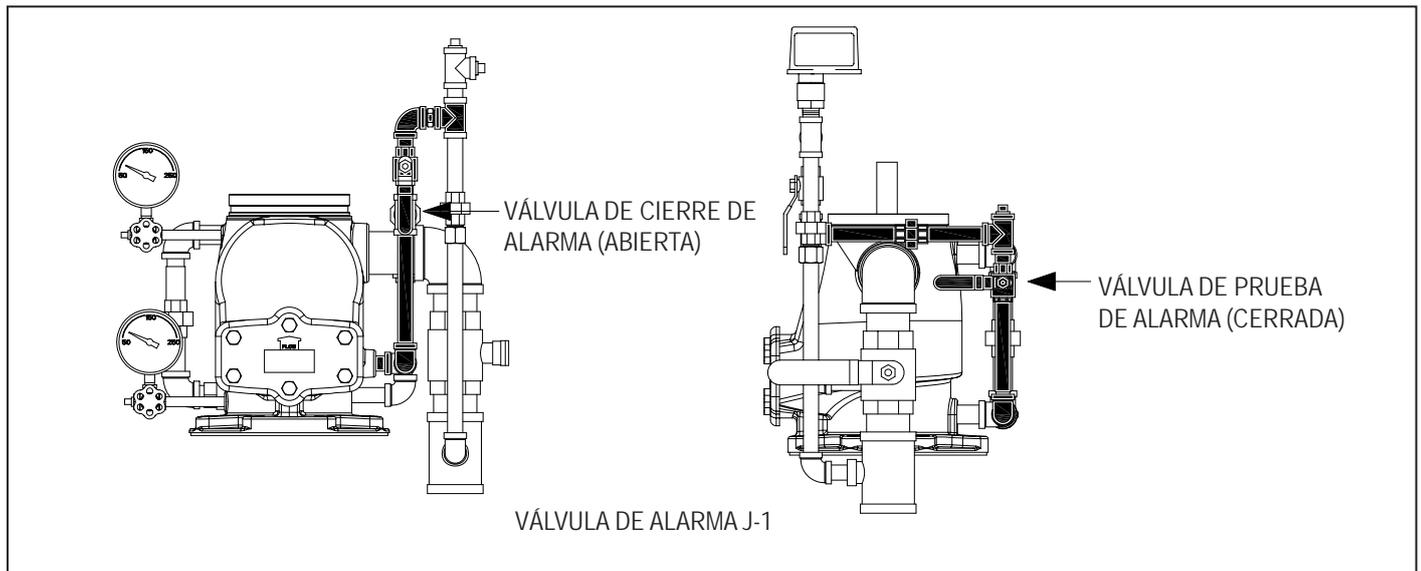

Figura 31
2. La válvula de corte de alarma en el trim de la válvula de retención está abierta (Figura 31) y la válvula de prueba de alarma está cerrada (para sistemas que usan la válvula de alarma modelo J-1 con una alarma mecánica).